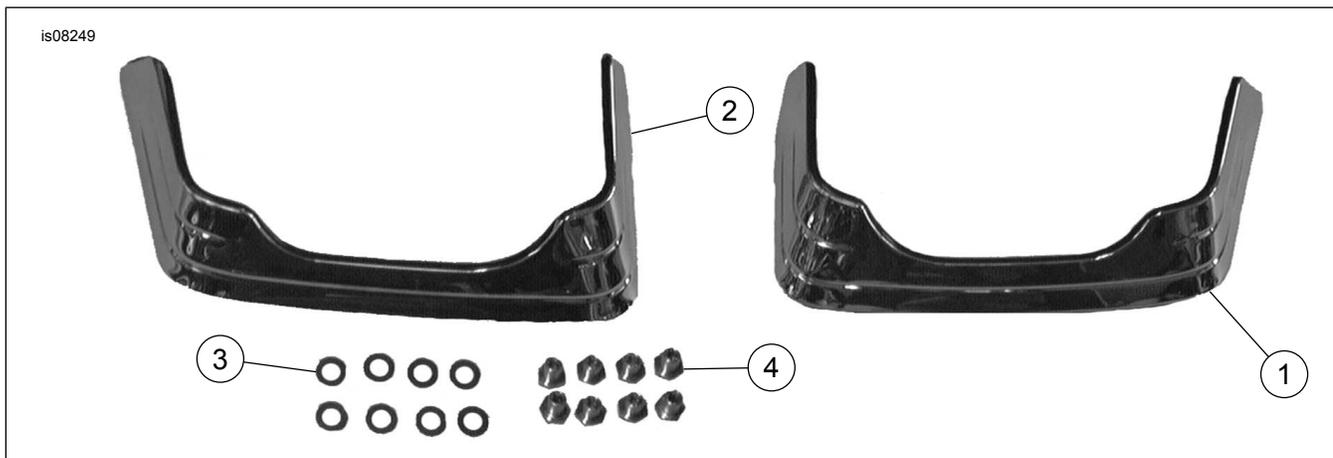

Figura 9. Peças de reposição
Veja Figura 9 e Tabela 1.
13. Consulte Figura 9. Pegue as arruelas de nylon e as porcas recartilhadas de latão do kit. Pressione a frente da ponta da asa na tampa do alforje. Instale uma arruela de náilon na porca recartilhada de latão e rosqueie a porca em um dos pinos internos. Repita para o segundo pino interno. Agora, aperte as duas porcas com os dedos.